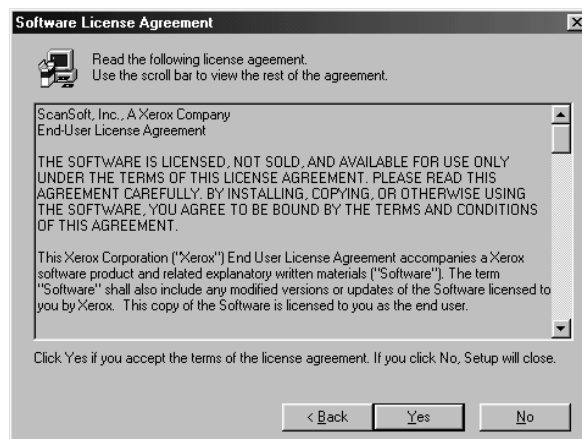

Figure 28: Contrat de licence
2. Cliquez sur 'Next'. La Figure 28 est affichée.